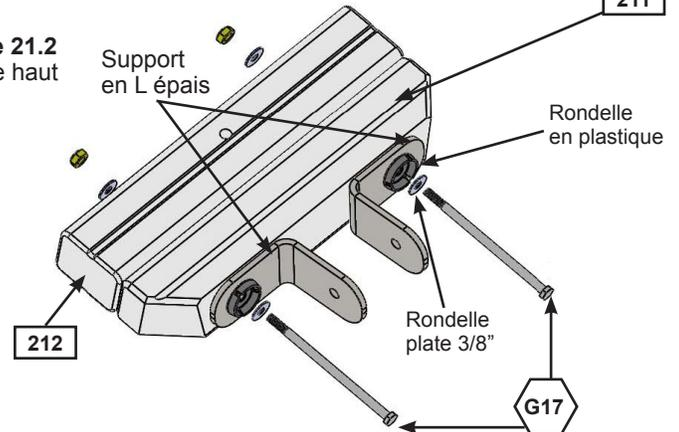

Figure 21.4
C : Placez l'assemblage du Bloc d'angle de la balançoire (211) et du Bloc de la balançoire (212) entre 2 Poteaux de la balançoire (213) (les Supports en L épais doivent être tournés vers l'extérieur). Placez 1 Support en C épais sur le Poteau de la balançoire (213) du haut et fixez avec 1 Boulon hexagonal (G26) 3/8 x 9-1/4" (9,3 x 234,9 mm) (avec 2 rondelles plates et un écrou de blocage), comme indiqué sur la figure 21.4.